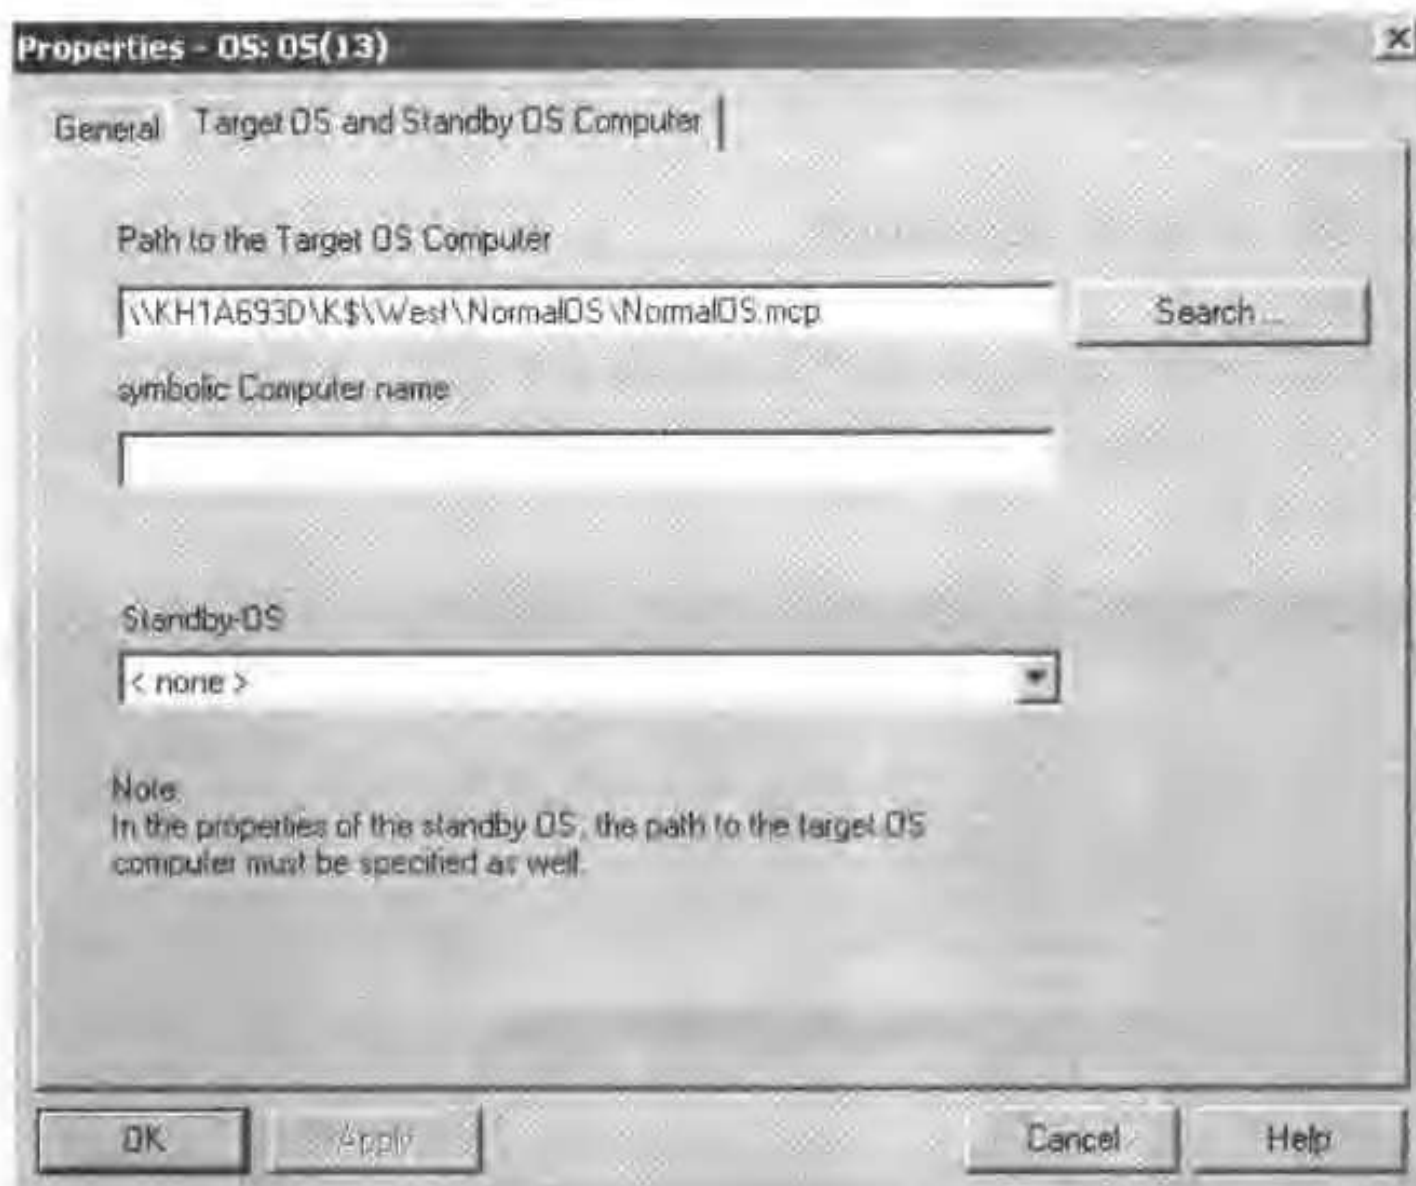

图 13-13 OS 传输设置对话框
- 检查目标计算机的路径(如图 13-13 所示),然后关闭“属性”对话框。